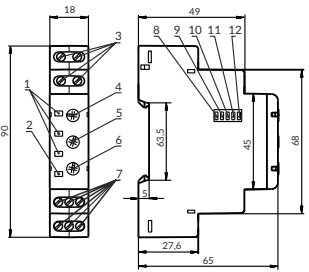

Рисунок 1
1) Перемикачі спрацювання захисту (поз. 8 – 11 рис. 1) увімкніть необхідні захисти.
2) Перемикачем номінальної напруги 400 В / 415 В (поз. 12 рис. 1) встановіть тип мережі, що використовується.
4) Регулятором Unom±% (поз.4 рис. 1) встановіть необхідний поріг спрацювання за максимальною та мінімальною напругою у відсотках від номінальної напруги живлення мережі.
5) Регулятором Toff (sec) (поз.6 рис. 1) встановіть час спрацювання захисту за максимальною напругою та за перекосом фаз.
6) Регулятором Ton(sec) (поз.5 рис. 1) встановіть час АПВ.
1. Якщо Ви плануєте використовувати виріб в режимі «Контроль максимальної напруги» (розд. «Робота виробу»), розріз живлення котушки КМ необхідно підключити до клем C1-NC1 (C2-NC2) (зворотня логіка увімкнення). Перемикач Umax (поз. 8 рис. 1) перемістіть в положення «Увімкнено», а перемикачі III, I, Umin – в положення «OFF».